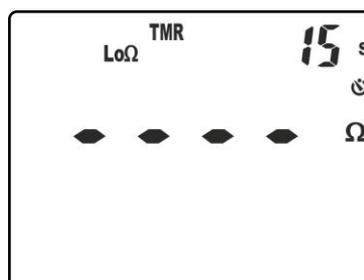

Fig. 30: Impostazione tempo di misura in modo TMR
5. Premere i tasti  $\nabla/\text{light}$  o  $\blacktriangle/ZERO$  per impostare il tempo di misura (Timer) nel campo:  $1s \div 30s$ . Notare il valore nella parte alta destra del display (vedere Fig. 30)